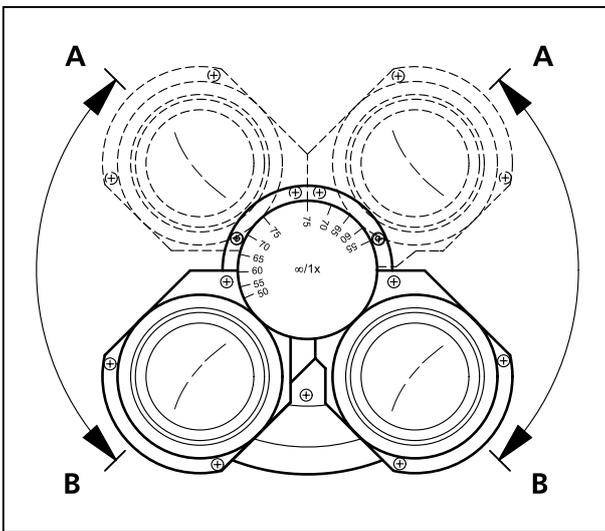

Fig. 6 Réglage de la hauteur d'observation
- Réglez la hauteur d'observation à votre taille en basculant les deux porte-oculaires vers le haut (Fig. 6/A) ou vers le bas (Fig. 6/B).